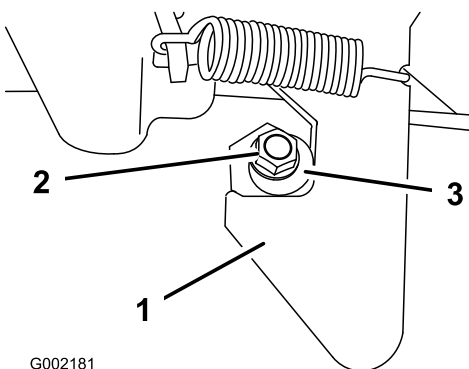

Figure 65
1. Desserrez le contre-écrou au bout de l'ergot de verrouillage (Figure 65).
2. Tournez l'ergot de verrouillage dans le sens horaire jusqu'à ce qu'il soit bien serré contre la partie en crochet du verrou (Figure 65).